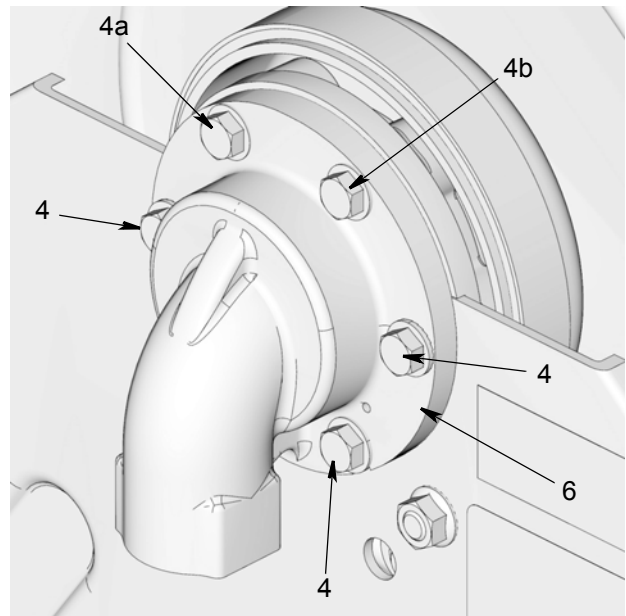

FIG. 3
Per le fasi seguenti, fare riferimento a FIG. 3.
5. Installare dapprima i 2 bulloni superiori (4a e 4b) come mostrato nella FIG. 3. Stringere i bulloni quanto basta per mantenere il tutto in posizione.
6. Successivamente, installare i bulloni rimanenti (4). Stringere a mano, quindi serrare tutti i bulloni a 33,9-47,45 N•m (25-35 piedi-lb).